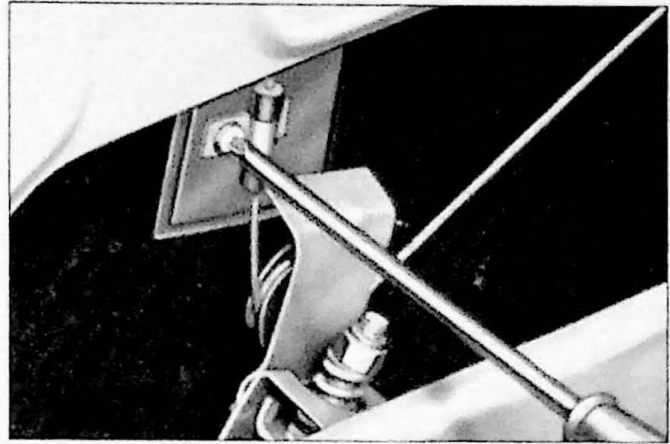

Fig. 15.18. Verwijderen van de meenemer op het raam.
1. Verwijder de houder van de opwindkabel (Fig. 15.18).